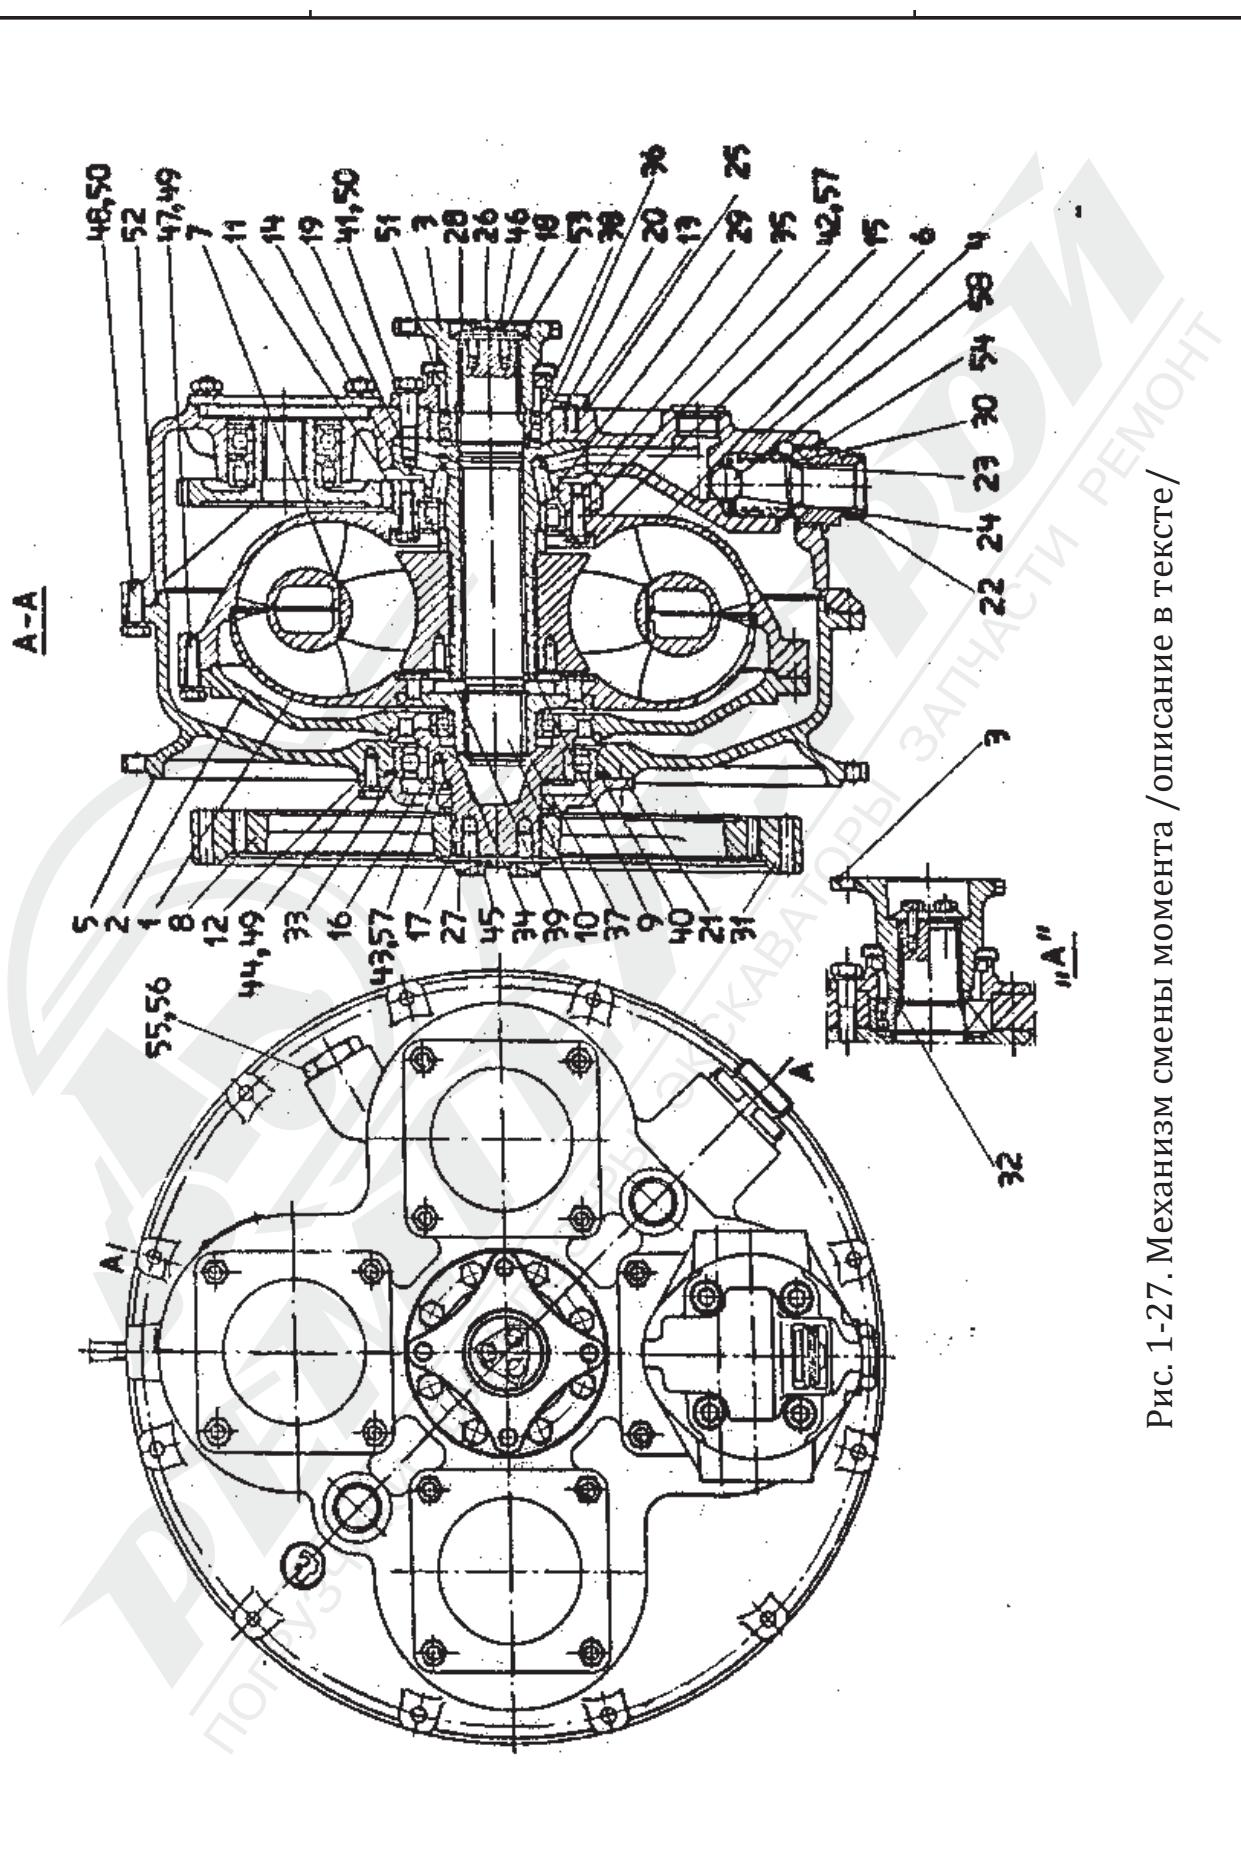

Рис. 1-27. Механизм смены момента / описание в тексте/
1.9.5.1 Конструкция к принципу действия /рис. 1-27/